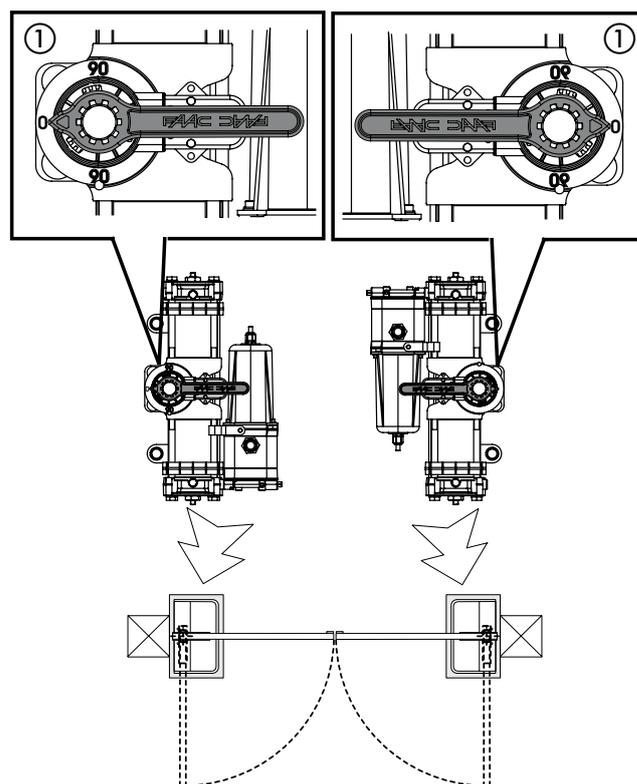

Fig.6
- 6) Sans actionner le pignon, introduire dans l'opérateur la clé fournie d'après la figure 6, et vérifier que celle-ci indique le 0 (ZÉRO) sur le plastique de l'opérateur (Fig.6 réf. ①), éventuellement, tourner le pignon. (IMPORTANT POUR L'ACCOUPLMENT CORRECT PIGNON-DOUILLE RAINURÉE EN PHASE DE MONTAGE).